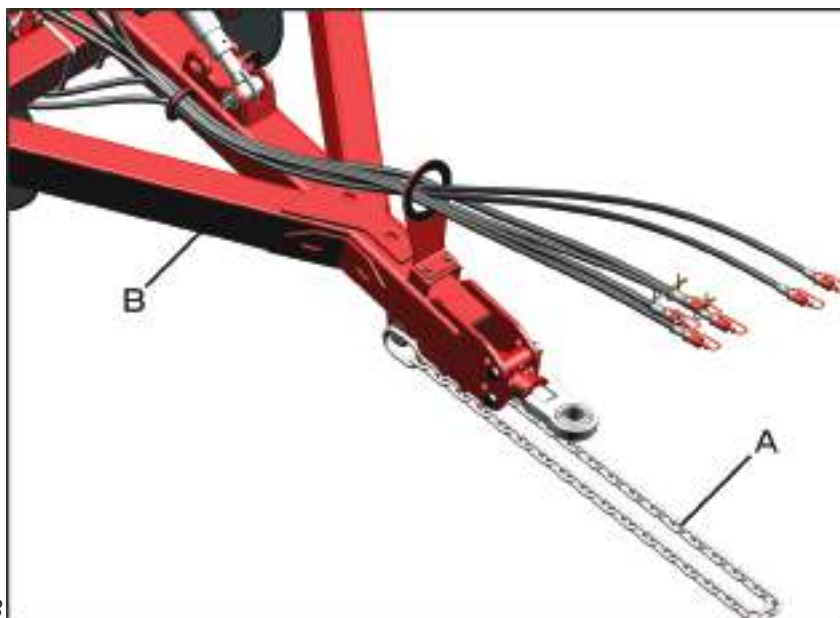

fig. 148
- Para um transporte mais seguro, acople a corrente de segurança (A) (fig. 148) fixada no cabeçalho (B) na barra de tração do seu trator.